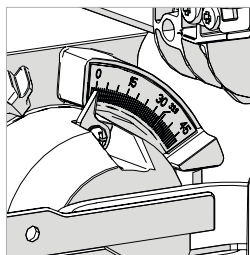

Fig. 47
- Inclinare la testa da taglio all'angolo desiderato. Per facilitare le impostazioni, è presente una scala goniometrica. **(Fig. 47)**